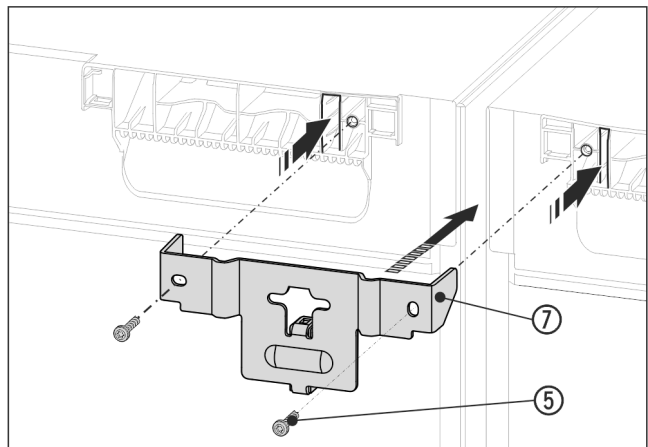

Fig. 15 Voorbeeld
- ▶ Hoekstuk Fig. 15 (7) met het afstandsstuk tussen de apparaten en met de lussen in de bovenkant van het apparaat schuiven. Met 2 schroeven Fig. 15 (5) vastschroeven.